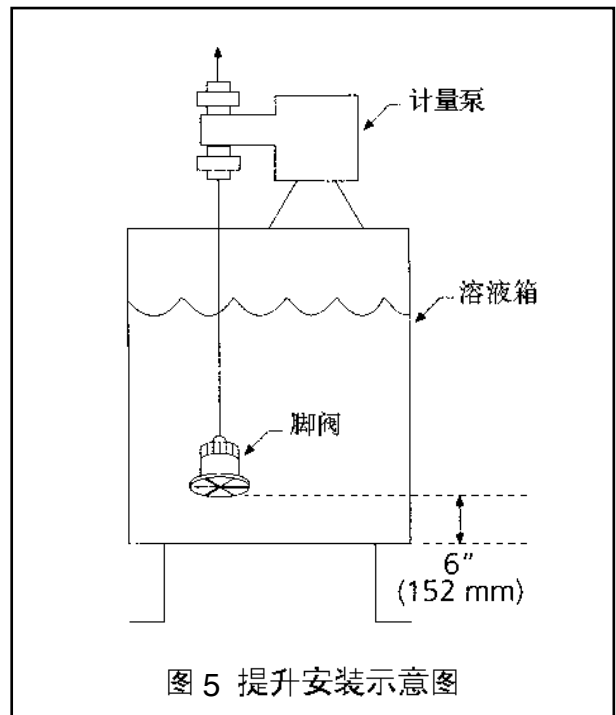

图5 提升安装示意图
- GB系列泵应在入口压力为大气压或高于大气压的条件下运行。尽管泵能在入口压力低于大气压的条件下运行，但在负压条件下，所有连接部位应绝对不渗漏且为真空密闭是很重要的，同时应在吸液管路的底部安装脚阀（见图5）。